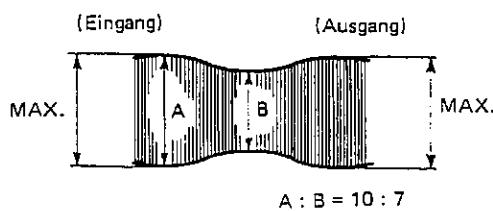

Abbildung 31.
5. Die Einstellung so vornehmen, daß bei Veränderung des Spurlagenreglers aus seiner normalen Stellung (der Spurlagenregler wird bewegt und A der HF-Wellenform sinkt) das Verhältnis zwischen A und B in Abb. 31 besser als A (10); B (7) ist.